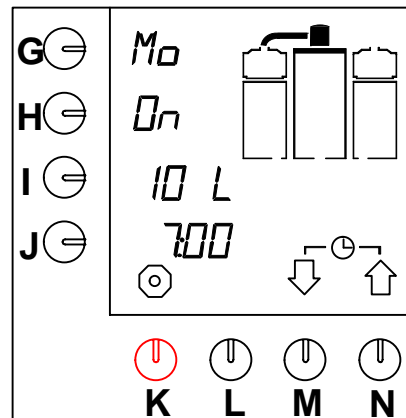

Abb. 13 Wartestellung der Schaltuhr
- Es erscheint ein Eingabezeichen ↓ im Display. Die Uhr im Display beginnt zu blinken, und das System brüht zur eingestellten Zeit Kaffee auf. Im Display erscheint die Wartestellung (Abb.13).
- Die Uhr im Display beginnt zu blinken, und das System brüht zur eingestellten Zeit Kaffee auf. Im Display erscheint die Wartestellung (Abb.13).